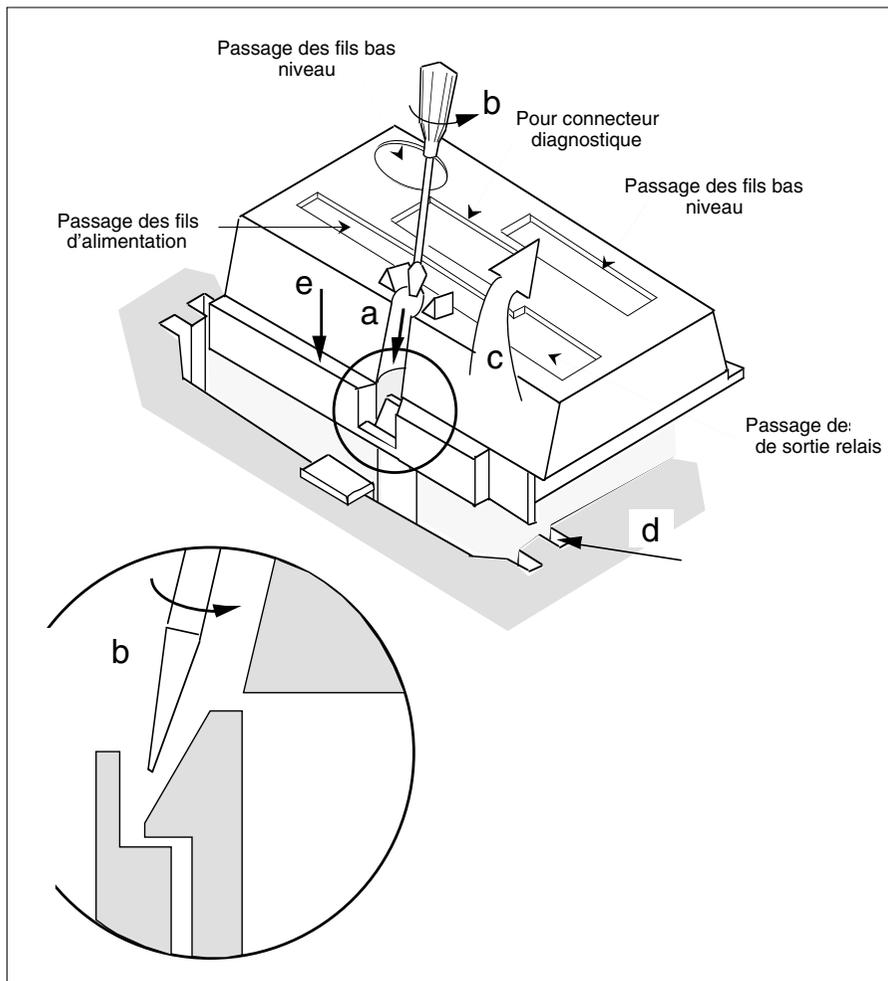

Figure 3-7 Enlèvement du capot
- Glisser un tournevis entre les deux centreurs situés en partie arrière et l'amener en butée vers le bas (voir figure 3-7).